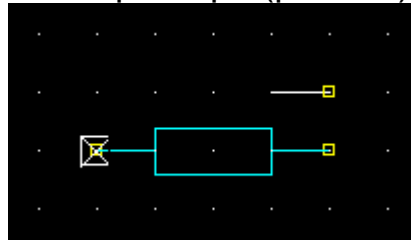

Рис. 11 Выводы переменного резистора (**Grid=5mm**)
- 3.3 Руководствуясь указаниями пунктов 2.2-211 добавить еще один вывод с номером три (рис. 11).